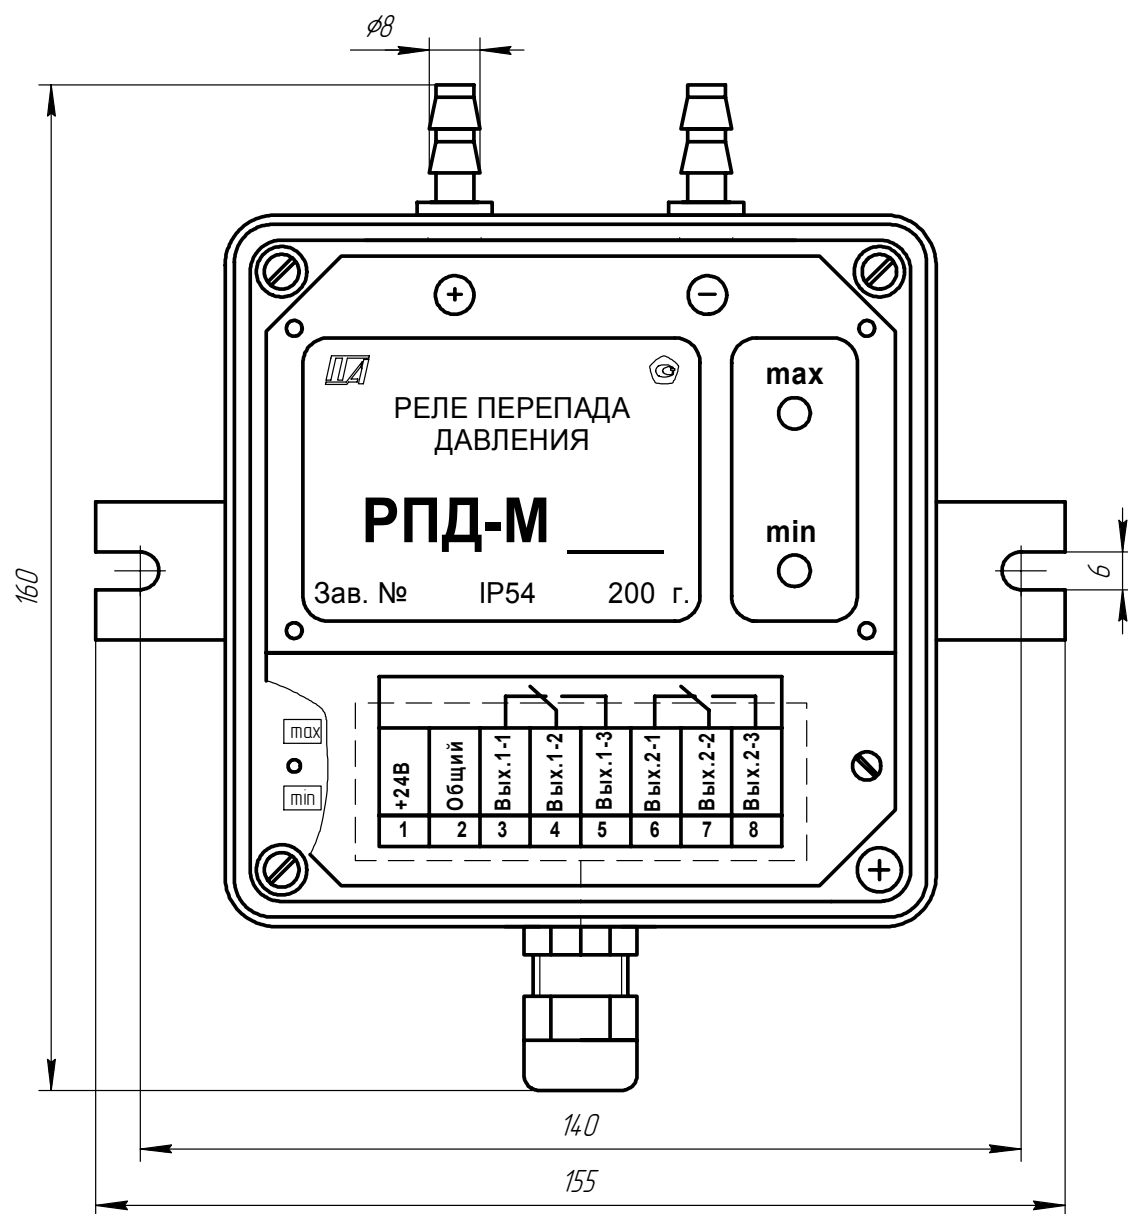
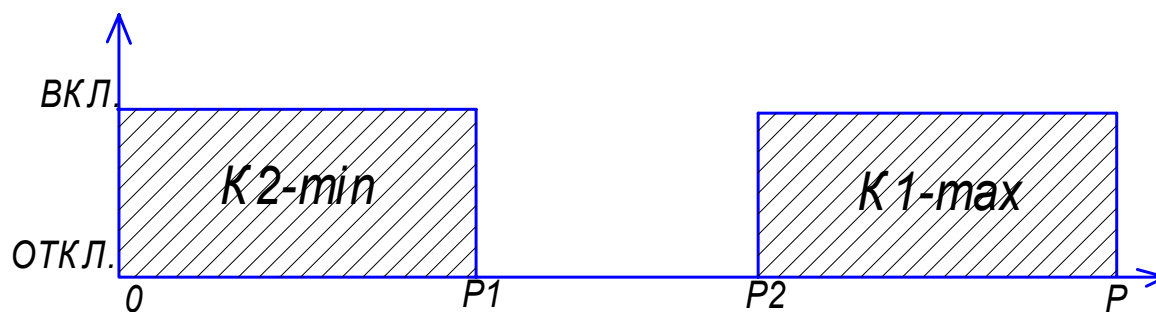

Рис.1. Общий вид реле перепада давления РПД-М-хх.
Рис.2. Диаграмма переключения выходных реле РПД-М-хх.
Рис.1. Общий вид реле перепада давления РПД-М-хх.....	5
Рис.2. Диаграмма переключения выходных реле РПД-М-хх.....	5
5.1. Общий вид реле РПД-М-хх представлен на рис. 1.
При обесточенном реле или при включенном питании состояние контактов соответствуют рис.1. при перепаде давления Р большем Р1 (уставка «min»), но меньше Р2 (уставка «max»). При уменьшении перепада до уставки Р1 (уставка «min») включается реле К2, при увеличении перепада до уставки Р2 (уставка «max») включается реле К1. Состояние выходных реле при изменении перепада давления Р сведены в таблицу 5.1. и показаны на диаграмме (см.рис.2).
9.3.1. Собрать рабочее место согласно рис. 4 , снять крышку ; отвинтив 2 винта (см.рис.1) и подключить контакты колодки ХТ1 реле согласно схеме проверки: